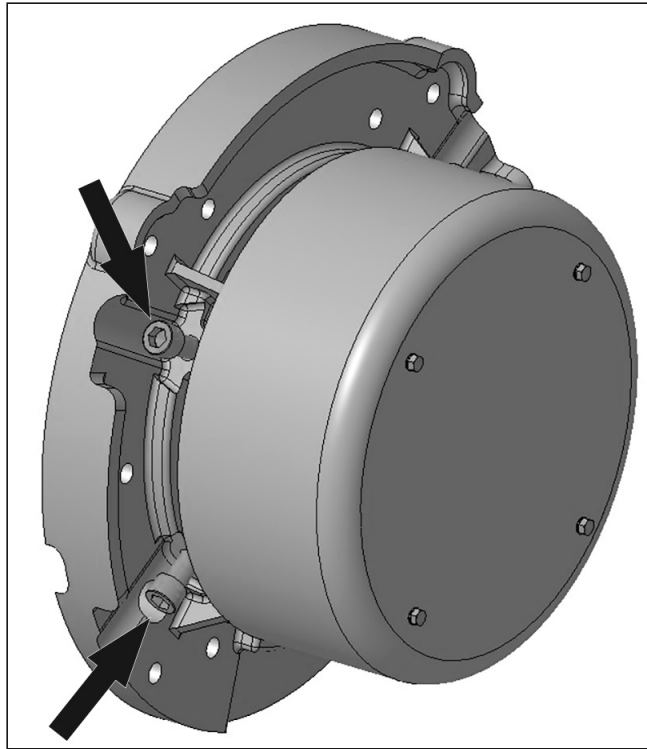

ABBILDUNG 15. ANWEISUNGEN ZUM ENTFERNEN UND ANBRINGEN DER TRANSPORTSICHERUNGSSCHRAUBEN DES ROTORS
4. Die Transportsicherungsschrauben durch die 4 mitgelieferten Blindschrauben ersetzen und mit 50 Nm festziehen. Siehe: Abbildung 15 auf Seite 30.
2. Die 4 Blindschrauben am Lagerdeckel auf der Nicht-Antriebsseite suchen und entfernen. Siehe: Abbildung 15 auf Seite 30.